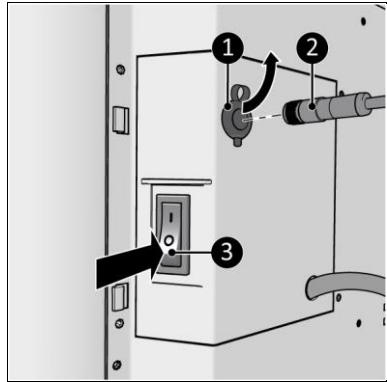

Abbildung 14
1. Stellen Sie sicher, dass sich der EIN/AUS-Schalter in der AUS-Position befindet (Abbildung 14, Pos. 3).
2. Verbinden Sie den Stecker des Temperatursensors (Abbildung 14, Pos. 2) mit dem Sensorstecker (Abbildung 14, Pos. 1).